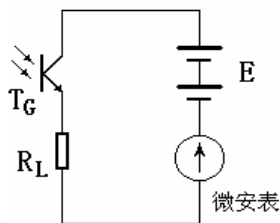
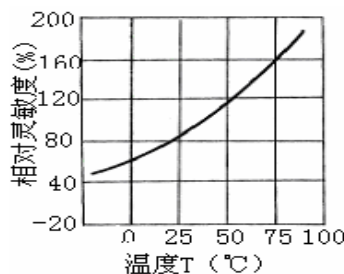

图 8.2 光敏三极管测试电路
图 8.5 光敏三极管的温度特性曲线
光敏三极管是具有 NPN 或 PNP 结构的半导体管，结构与普通三极管类似，但它的引出电极通常只有两个。光敏三极管的结构与工作电路如图 8.2 所示，集电极接正电压，发射极接负电压，它可以看成是一个 bc 结为光敏二极管的三极管，不同之处是光敏三极管必须有一个对光敏感的 PN 结作为感光面，一般用集电极作为感光面，入射光主要被面积做得较大的基区所吸收。当入射光子在基区及集电区被吸收而产生电子-空穴对时，便形成光生电压，由此产生的光生电流由基极进入发射极，从而在集电极回路中得到一个放大的信号电流。它比光敏二极管具有更高的灵敏度。光敏二极管和光敏三极管均用硅或锗制成，由于硅器件暗电流小、温度系数小，又便于用平面工艺大量生产，尺寸易于精确控制，因此硅光敏器件比锗光敏器件更为普通。
- 7、光敏三极管暗电流测试，按图 8.2 所示电路图接线，稳压电源用 $\pm 12V$ ，调整负载电阻 R_L 阻值，使光敏器件模板被遮光罩罩住时微安表显示有电流，这即是光敏三极管的暗电流，或是测得负载电阻 R_L 上的压降 $V_{\text{暗}}$ ，暗电流 $I_{\text{暗}}=V_{\text{暗}}/R_L$ 。在试件插座上更换其它光敏三极管（五个以上）进行暗电流测试比较（列表格记录实验数据）。
光才有响应。按图 8.2 接好光敏三极管测试电路,参照光敏二极管的光谱特性测试方法,分别用各种光源照射光敏三极管(至少选择五种光源),测得光电流(列表格记录实验数据),并做出定性的结论。
- 13、光敏三极管温度特性测试,光敏三极管的温度特性曲线如图 8.5 所示。试在图 8.2 的电路中,加热光敏三极管(电吹风作为加热源,控制喷嘴到光敏三极管的距离,通过增加加热时间来逐渐升高光敏三极管的温度),观察并记录光电流随温度升高的变化情况,得出定性结论。